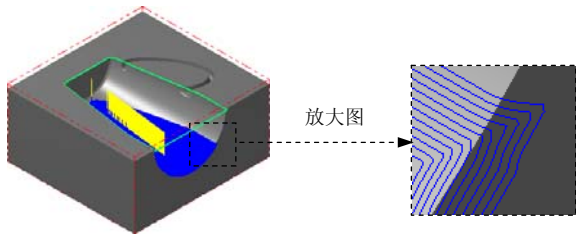

图 21.44 刀具路径
(1) 在“曲面精加工浅平面”对话框中单击 **浅平面精加工参数** 选项卡，在 **浅平面精加工参数** 选项卡的 **大切屑间距 (M)** 文本框中输入值 0.25；在 **加工角度** 文本框中输入 45.0；在 **到倾斜角度** 文本框中输入 60.0。
(2) 选中 ☒ **限定深度 (D)...** 复选框，单击 **限定深度 (D)...** 按钮，系统弹出“限定深度”对话框，在该对话框的 **最高位置** 文本框中输入数值 -31.0，在 **最低位置** 文本框中输入 -50.0。
(3) 单击 按钮，系统返回至“曲面精加工浅平面”对话框。
Step6. 单击“曲面精加工浅平面”对话框中的 按钮，同时在图形区生成图 21.44 所示的刀具路径。